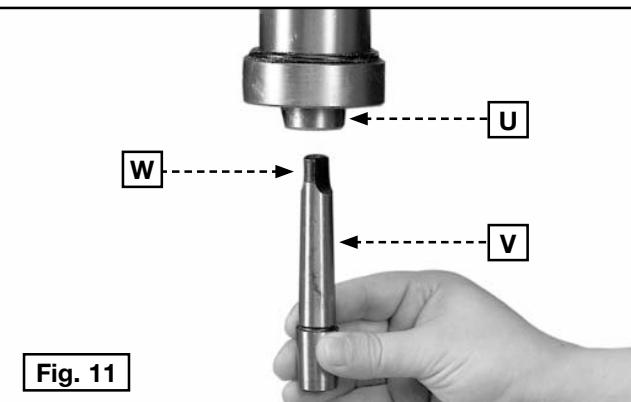

Fig. 11
**IMPORTANTE:** Asegúrese que el orificio cónico en la parte inferior del husillo (U) Fig. 11, y el cono del adaptador del husillo (V) estén limpios y no tengan grasa, esmalte o revestimientos anti-óxido.
Empuje el adaptador del husillo (V) Fig. 11 en el husillo (U) verificando que la espiga (W) entre bien en la ranura dentro del husillo (U).